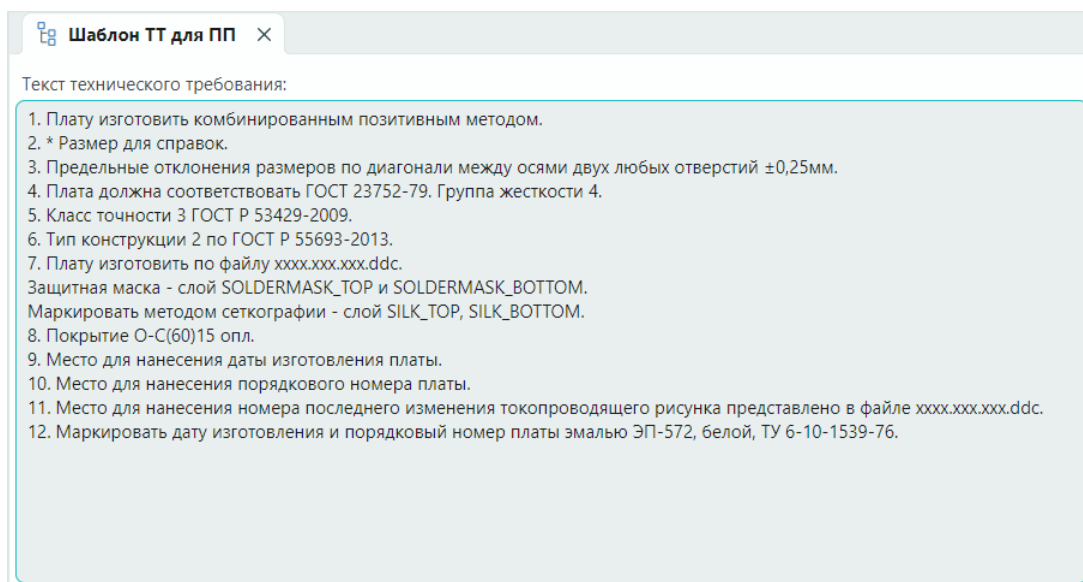

Рис. 100 Окно редактора шаблонов КД
3. Отредактируйте текст технических требований в окне редактора шаблонов КД, см. Рис. 100.